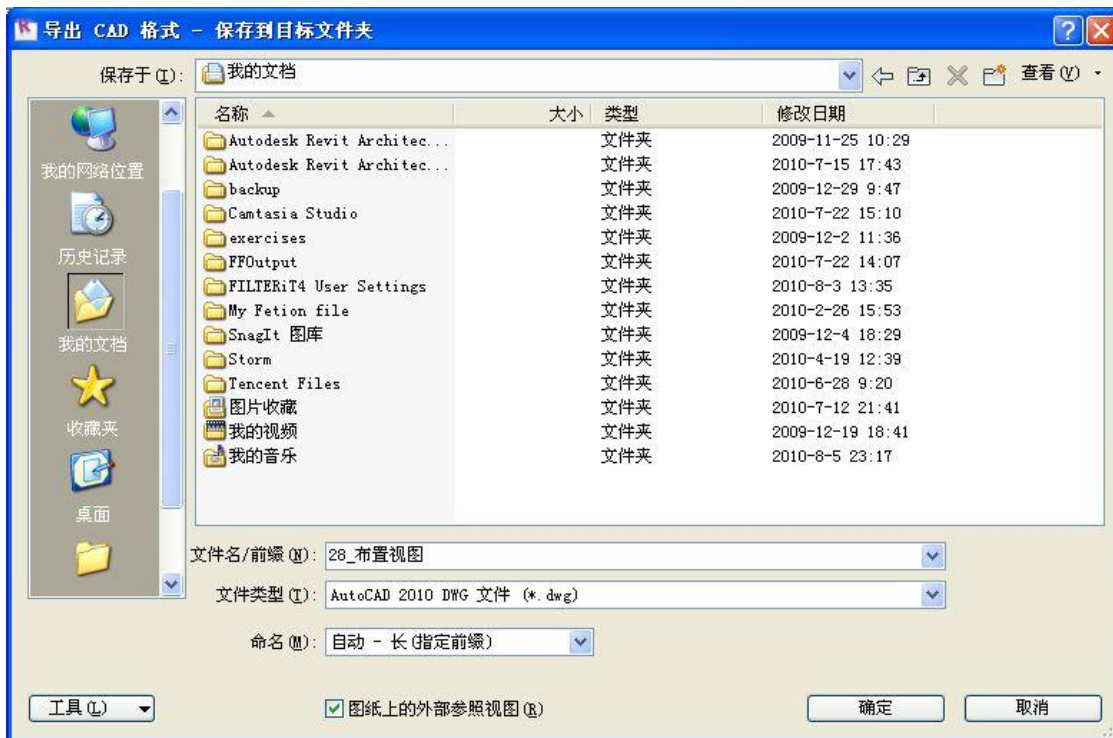

图 8-23
- 5) 在“导出 CAD 格式”对话框, 点击“下一步”, 在弹出的对话框(如图 8-23 所示)上部 “保存于”下拉列表中设置保存路径, 单击“文件类型”后的下拉箭头, 从下拉列表中选择相应 CAD 格式文件的版本, 在“文件名/前缀”后输入文件名称。